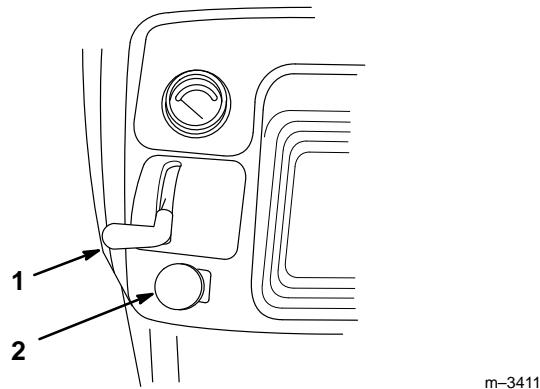

Abbildung 14
3. Den PTO-Schalter (Mähwerk) auf OFF stellen (Abb. 14).
4. Den Gashebel auf SLOW (langsam) stellen (Abb. 14).
1. Den Gashebel auf SLOW (langsam) stellen (Abb. 14).